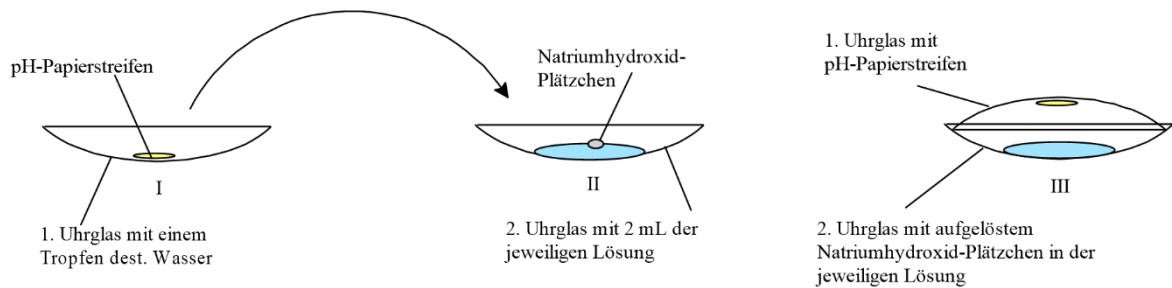

Abbildung 6: Versuchsaufbau für den Ammonium-Ionen-Nachweis
Zunächst wird eine Blindprobe durchgeführt. Hierzu gebt ihr auf das erste Uhrglas einen Tropfen destilliertes Wasser mithilfe der Spritzwasserflasche. In diesem Tropfen legt ihr einen 1-2 cm langen pH-Papierstreifen (Abb. 6 (I)). Achtet dabei darauf, dass das Papier feucht wird.
Danach gebt ihr mithilfe des Messzylinders 2 mL destilliertes Wasser auf das zweite Uhrglas und legt mit der Pinzette ein Natriumhydroxid-Plätzchen in die Flüssigkeit (Abb. 6 (II)). Das erste Uhrglas, auf dem sich der pH-Streifen befindet, legt ihr umgedreht auf das zweite Uhrglas mit dem Natriumhydroxid-Plätzchen (Abb. 6 (III)). Beobachtet den Versuch für zwei Minuten.
Danach wird eine Vergleichsprobe durchgeführt. Geht hierzu analog zur Blindprobe vor. Gebt an der Stelle des Wassers (2 mL) mithilfe des Messzylinders 2 mL Ammoniumchlorid-Lösung auf ein weiteres Uhrglas (Abb. 6).
Führt den Versuch analog zu dem Vergleichsversuch durch. Verwendet anstelle der Ammoniumchlorid-Lösung 2 mL der bereitgestellten Düngerprobenlösung (Abb. 6).